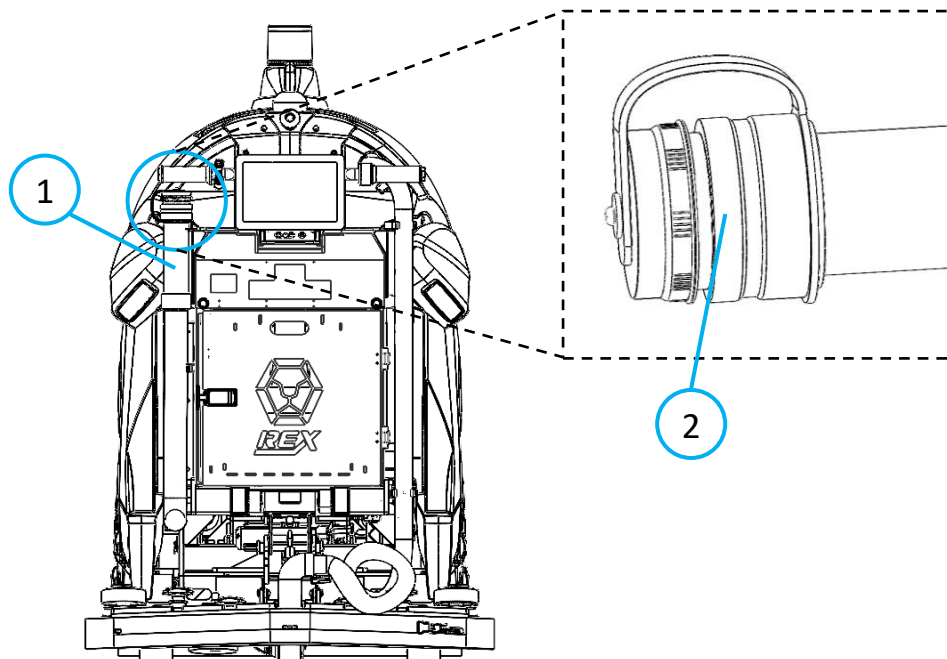

Fig. 1
1. Als de recuperatietank vloeistof bevat, gebruikt u de manuele afvoerslang om vloeistof af te tappen (Fig 1 – 1).
2. Richt de slang in de richting van een afvoer of een aangewezen afvoerplaats, haal de dop van de slang (Fig. 1 – 2).